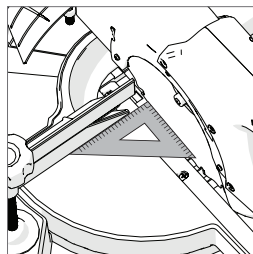

Рис. 19
- Приложите угольник одной короткой стороной к упорной планке, а другой – к диску (в промежутке между карбид-вольфрамовыми выступами) (**рис. 19**).